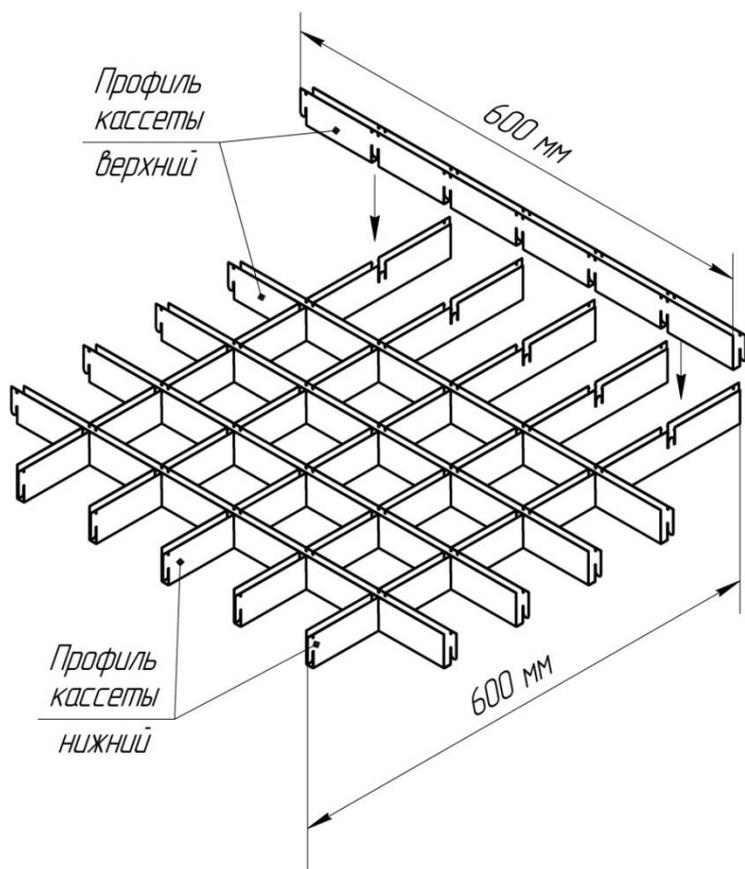

Рис. 7 Сборка кассеты «Грильято» АМТТ.
11. Собрать из профилей нижних и верхних через пазовые соединения требуемое количество кассет «Грильято» (см. рис.7).